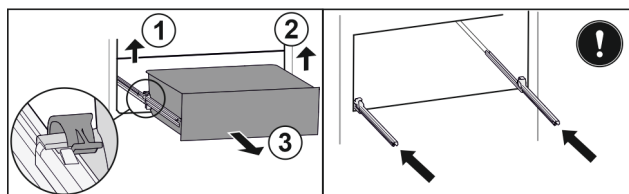

Fig. 109
- ▶ Ridicați clema din stânga și trageți concomitent sertarul din stânga spre înainte. Fig. 109 (1)
- ▶ Ridicați clema din dreapta și trageți concomitent sertarul din dreapta spre înainte. Fig. 109 (2)
- ▶ Extrageți sertarul spre înainte. Fig. 109 (3)